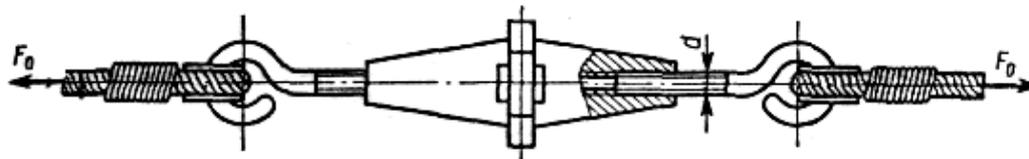

Рисунок 26. (к задаче 95)
**Задача 95.** Для натяжения троса служит стяжная муфта, винты которой имеют правую и левую резьбу (рис. 26). При вращении муфты винты стяжки затягиваются осевой силой  $F_0$ . Определить диаметр резьбы винтов, считая нагрузку  $F_0$  постоянной. Данные своего варианта принять по табл. 40.